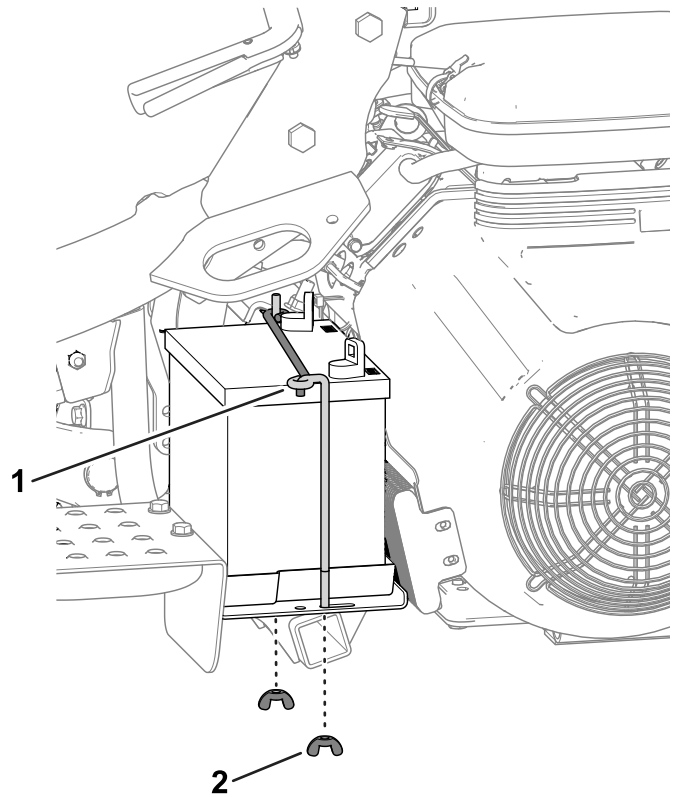

Figura 45
2. Retire las tuercas de orejeta y las varillas que sujetan la batería a la plataforma (Figura 45) y retire la batería.
5. Coloque la batería en la bandeja y sujétela con las varillas y las fijaciones que retiró anteriormente (Figura 45).